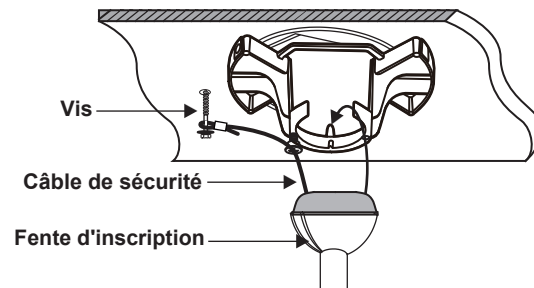

Figure 10
10. Soulevez maintenant l'ensemble moteur en position et placez la boule de suspension dans le support de suspension. Faites pivoter la tige vers le bas jusqu'à ce que la « languette de contrôle » soit tombée dans la « fente d'enregistrement » et que la tige vers le bas et la boule reposent fermement. La tige de descente et la boule ne doivent pas tourner si cela est fait correctement. (Fig. 10)